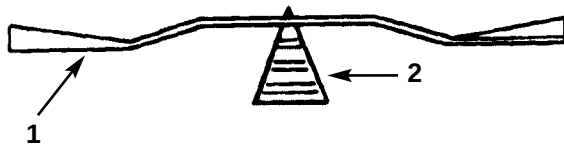

Fig. 38
2. Kontrollér knivens balance ved at anbringe den på en knivbalanceanordning (fig. 38). Hvis kniven forbliver i vandret stilling, er kniven afbalanceret og kan anvendes. Hvis kniven ikke er afbalanceret, skal der files noget metal af knivens bagside. Gentag denne fremgangsmåde, til kniven er afbalanceret.